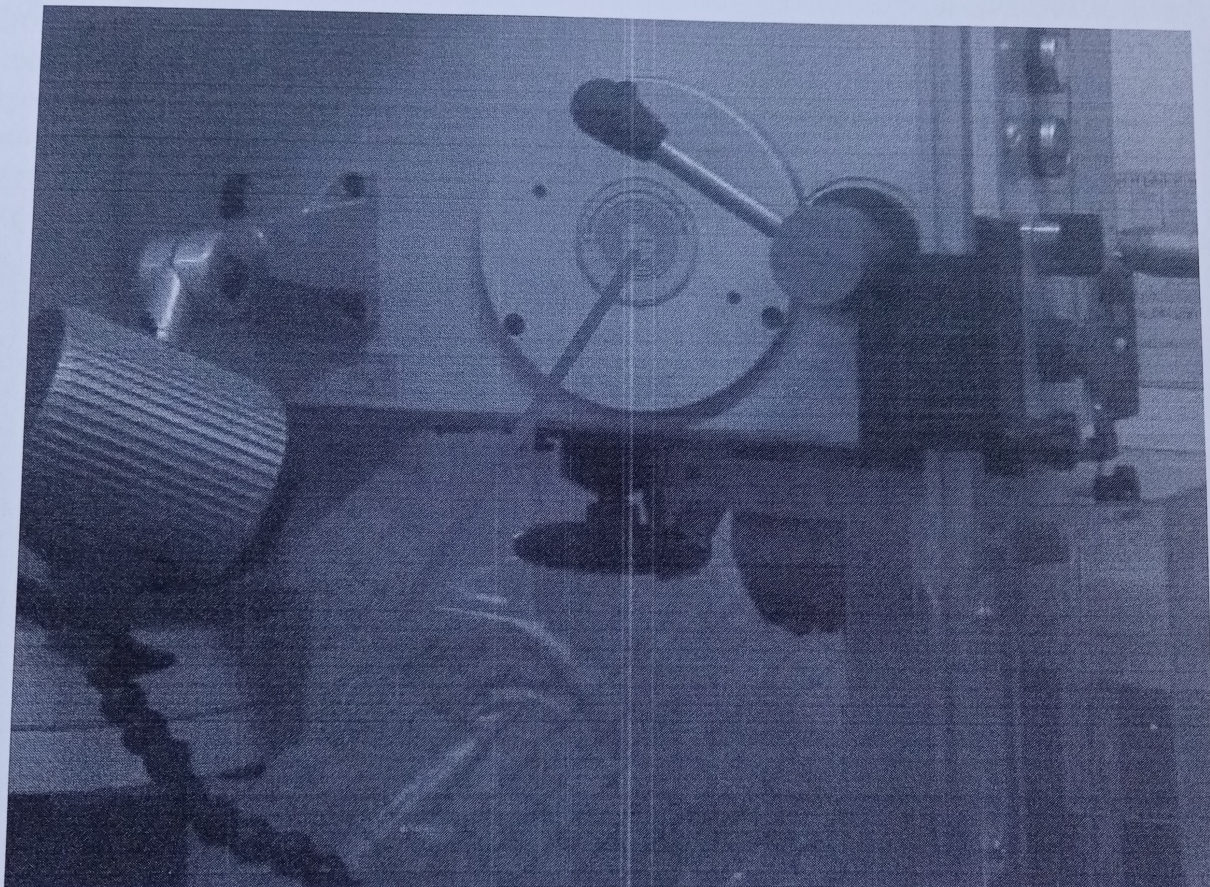

Рис. 7.
5.2.4. Возвратная пружина (рис.7)